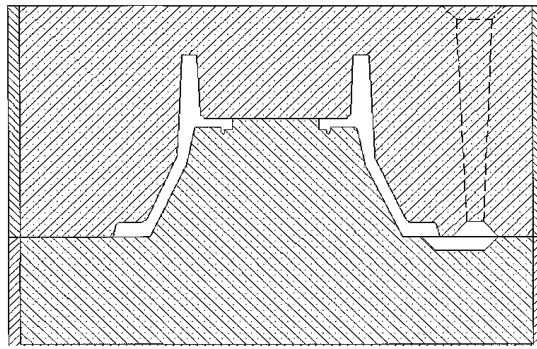

Рис. 3.2 Форма в сборе при единичном производстве отливки
66. определить рациональное положение отливки в форме и выбрать поверхность разреза при единичном характере производства отливок, привести эскиз формы в сборе с литниковой системой (рис. 3.2), и, если это необходимо, прибылями или холодильниками;